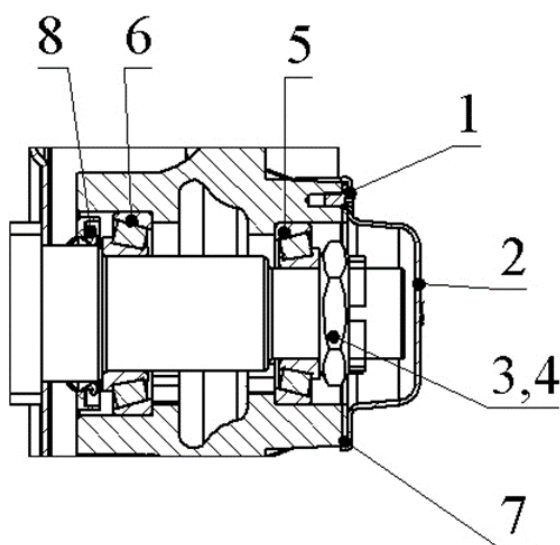

Рисунок 26 – Схема регулировки подшипников колес
- отвернуть болты 1(рисунок 26), снять крышку 2 и прокладку 6 ступицы;